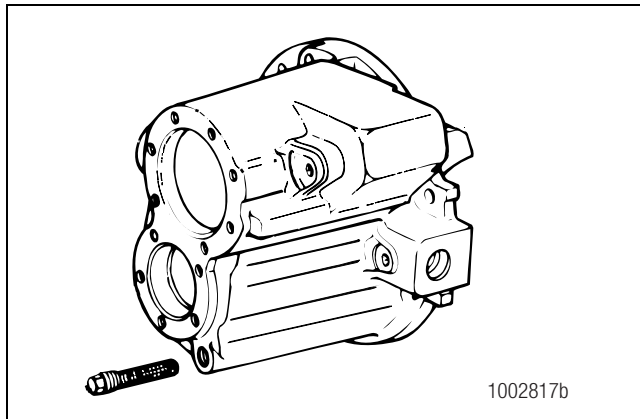

Figura 5.77
14. Instale el conjunto de la malla y el tapón de aceite en la línea de succión enfrente del portador. Apriete el conjunto de malla y tapón a 48 lbs-pie (65 N•m). Figura 5.77.